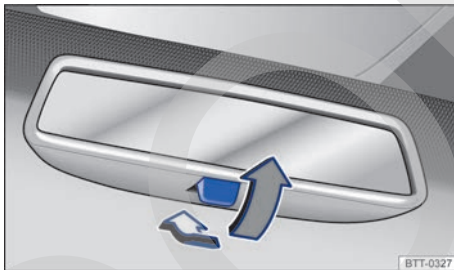

Fig. 89 En el parabrisas: retrovisor interior antideslumbrante manual.
Leyenda de la fig. 89:
- Para oscurecer el retrovisor, tire de la palanca hacia atrás → fig. 89.